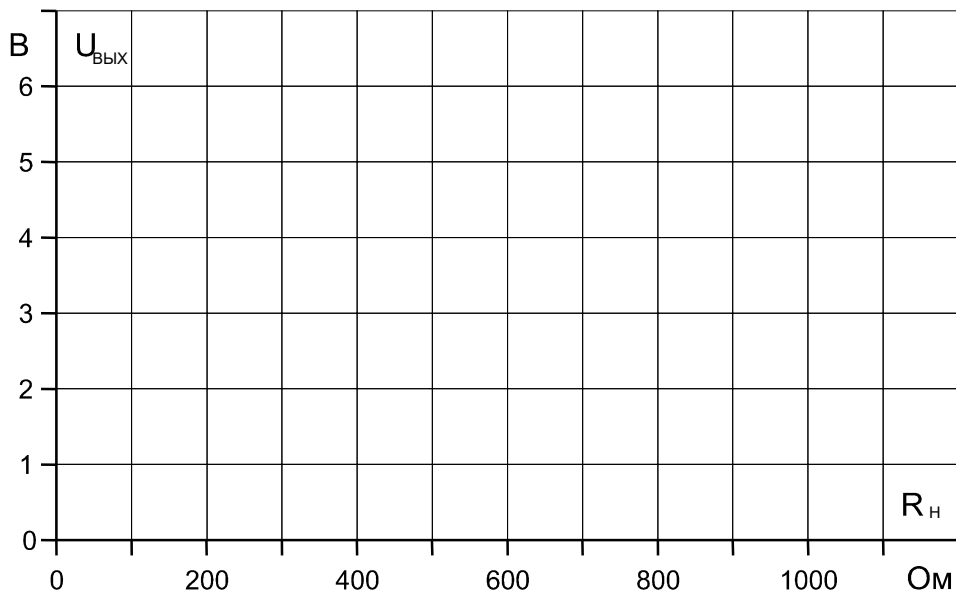

Рис. 8.1.4
- Запишите измеренные величины в табл. 8.1.2 и затем постройте на графике (рис. 8.1.4) кривую зависимости выходного напряжения $U_{\text{ВЫХ}}$ от сопротивления нагрузки R_H .
Вопрос 4: Какое утверждение можно сделать относительно характеристики на рис. 8.1.4?